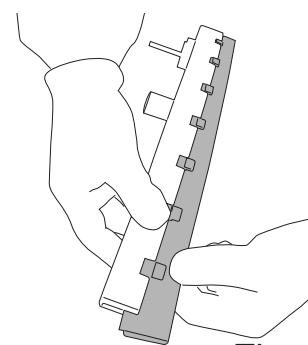

Fig.41
- Træk bladene af fra enheden (Fig.41).